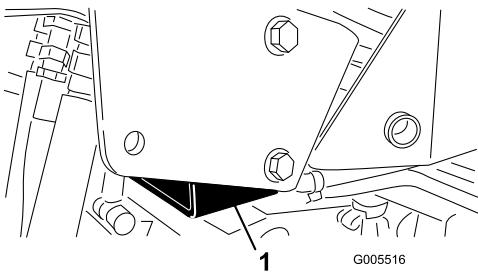

Figura 26
- Lado derecho – debajo del apoyo del gato y junto al soporte del ROPS (Figura 26)